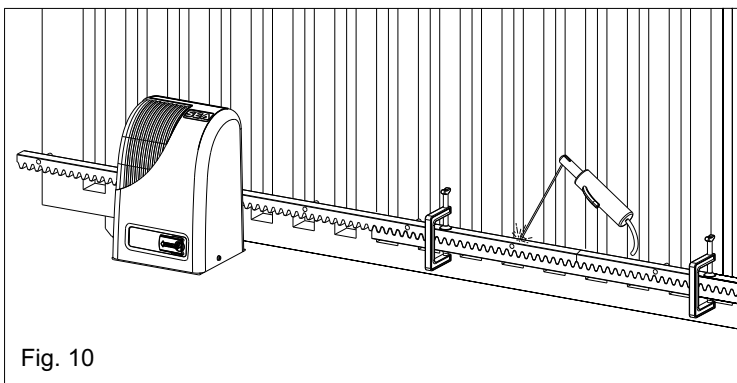

Fig. 10
5.5. controllare che tutti gli elementi della cremagliera risultino perfettamente allineati e posizionati correttamente (dentature in fase). Si consiglia di contrapporre a due elementi successivi un terzo elemento come indicato in Fig. 10;